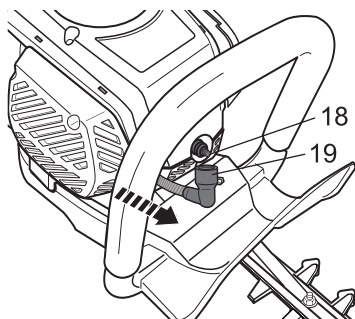

Fig. 27
- > La bougie d'allumage (18) doit faire l'objet d'un contrôle au bout de 25 heures d'utilisation, et avant de ranger l'appareil pour une longue durée (supérieure à 30 jours) s'il n'a pas été beaucoup utilisé. Nettoyez la bougie et changez-la si nécessaire, en référant à la section "**SPECIFICATIONS TECHNIQUES**".
- > Débranchez le connecteur de la bougie (19) (Fig. 27).